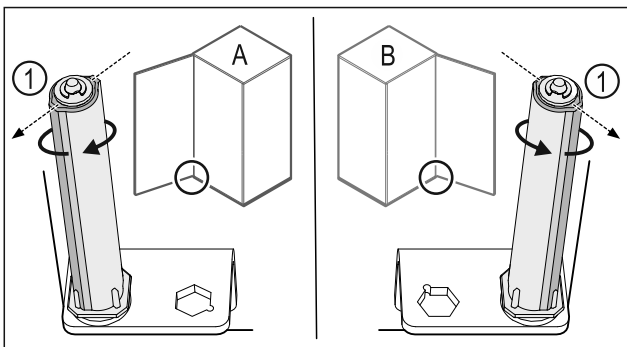

Fig. 36 Bal oldali ütköző (A) / Jobb oldali ütköző (B)
- ▶ Forgassa el a zárrendszert az ellenállással szemben, amíg a zárrendszer Fig. 36 (1) támasztója kifelé nem mutat.